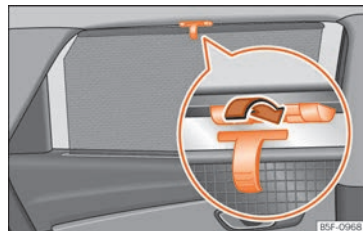

Fig. 125 Ventanilla trasera: cortinilla parasol. »»
- Desenrolle la cortinilla y engánchela en el gancho situado en el centro del marco superior de la puerta »» fig. 125.